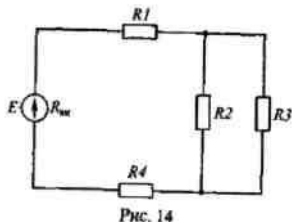

Рис. 14
3. В цепи схемы рис. 14 определить ток $I_{\text{общ}}$ (по величине и направлению), если $E = 48 \text{ В}$, $r_2 = r_3 = 8 \text{ Ом}$, $r_1 = r_4 = 4 \text{ Ом}$, $R_{\text{вн}} = 0$.